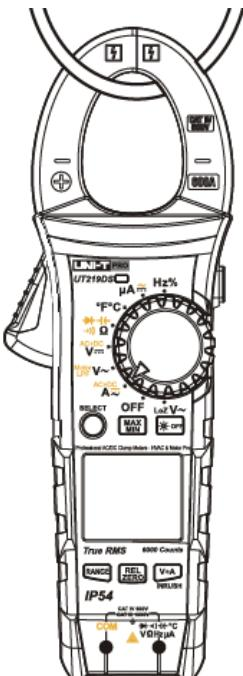

Рис.4
- Нажмите рычаг открытия клещей и полностью охватите клещами проводник (только один). Для наибольшей точности поместите проводник в центре клещей Рис.4. В противном случае возникнет дополнительная погрешность, так как токоизмерительные клещи позволяют измерить только один проводник тока, а показания будут ошибочными, если одновременно измеряются два или более проводников тока.
3. Нажмите и удерживайте рычаг, чтобы открыть зажимы, зажмите зажимы на проверяемом проводнике, затем медленно отпустите курок, пока зажимы полностью не закроются, убедитесь, что проверяемый проводник зажат по центру зажимов, в противном случае возникнет дополнительная ошибка, так как токоизмерительные клещи позволяют измерить только один отдельный проводник тока, а показания будут ошибочными, если одновременно измеряются два или более проводников тока. Рис.4.